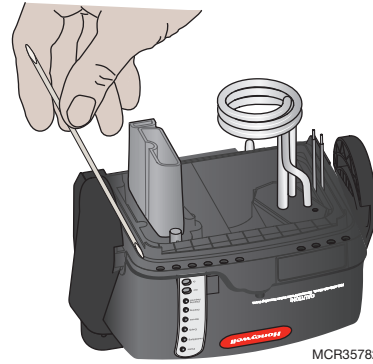

Fig. 2. Gasket removal (Step #10).
10. Remove the old gasket. (Fig. 2)
10. Retirez l'ancien joint. (Voir la Fig. 2.)
10. Retire la junta existente. (Consulte la Fig. 2.)